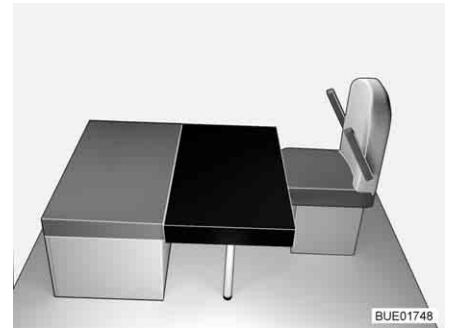

Fig. 82 Après la transformation
- Poser le coussin supplémentaire rectangulaire sur la table (devant le coussin d'assise de la banquette, voir Fig. 82). La découpe dans le coussin supplémentaire se trouve contre la paroi d'appui avant.